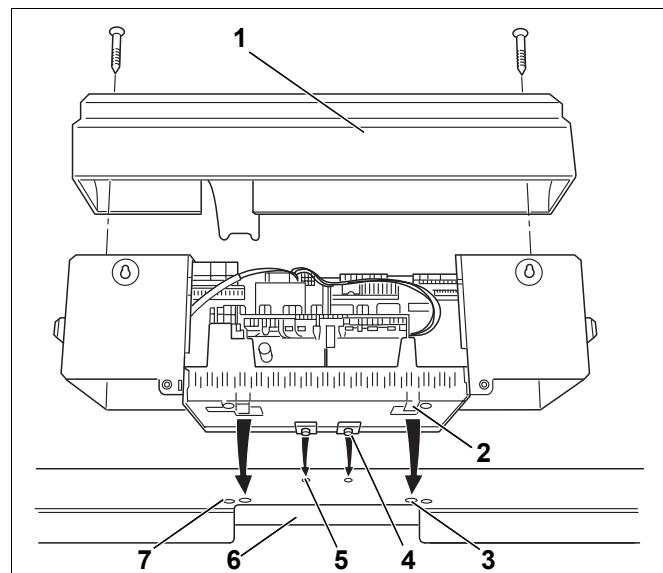
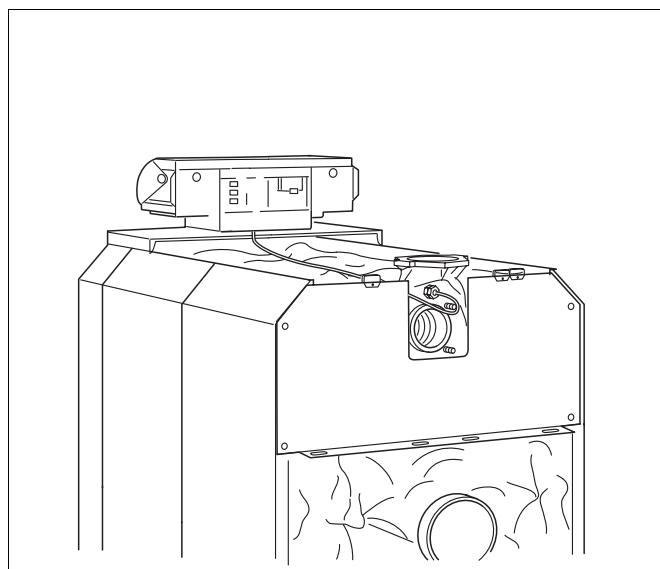

Fig. 60 Montaggio dell'apparecchio di regolazione
Fig. 65 Caldaia con apparecchio di regolazione installato
- ▶ Allentare entrambe le viti della copertura morsettiera (fig. 60, [1]). Rimuovere la copertura del morsetto dall'alto.
- ▶ Sistemare l'apparecchio di regolazione. Inserire l'apparecchio di regolazione sul davanti con i ganci d'inserimento (fig. 60, [4]) nei fori ovali della copertura caldaia anteriore (fig. 60, [5]). Tirare in avanti l'apparecchio di regolazione e poi piegarlo all'indietro. I ganci elastici (fig. 60, [2]) devono scattare dietro nelle aperture rettangolari della copertura anteriore della caldaia (fig. 60, [3]).
- ▶ Fissare lo zoccolo dell'apparecchio di regolazione a destra e a sinistra del passaggio cavi (fig. 60, [6]) sulla copertura anteriore della caldaia, con due viti autofilettanti (fig. 60, [7]).
- ▶ Riavvitare la copertura del morsetto (fig. 60, [1]) sullo zoccolo dell'apparecchio di regolazione con due viti autofilettanti (fig. 65).